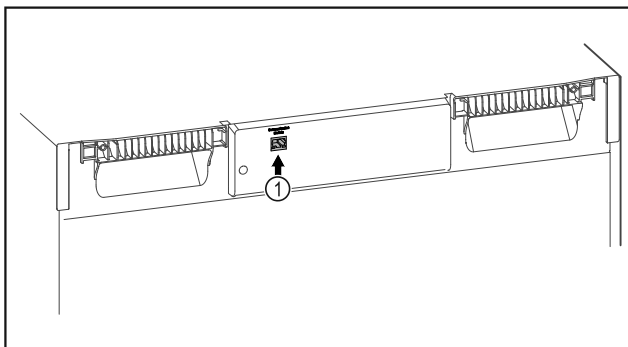

Fig. 89
- SmartModule Fig. 89 (1) встановлено.